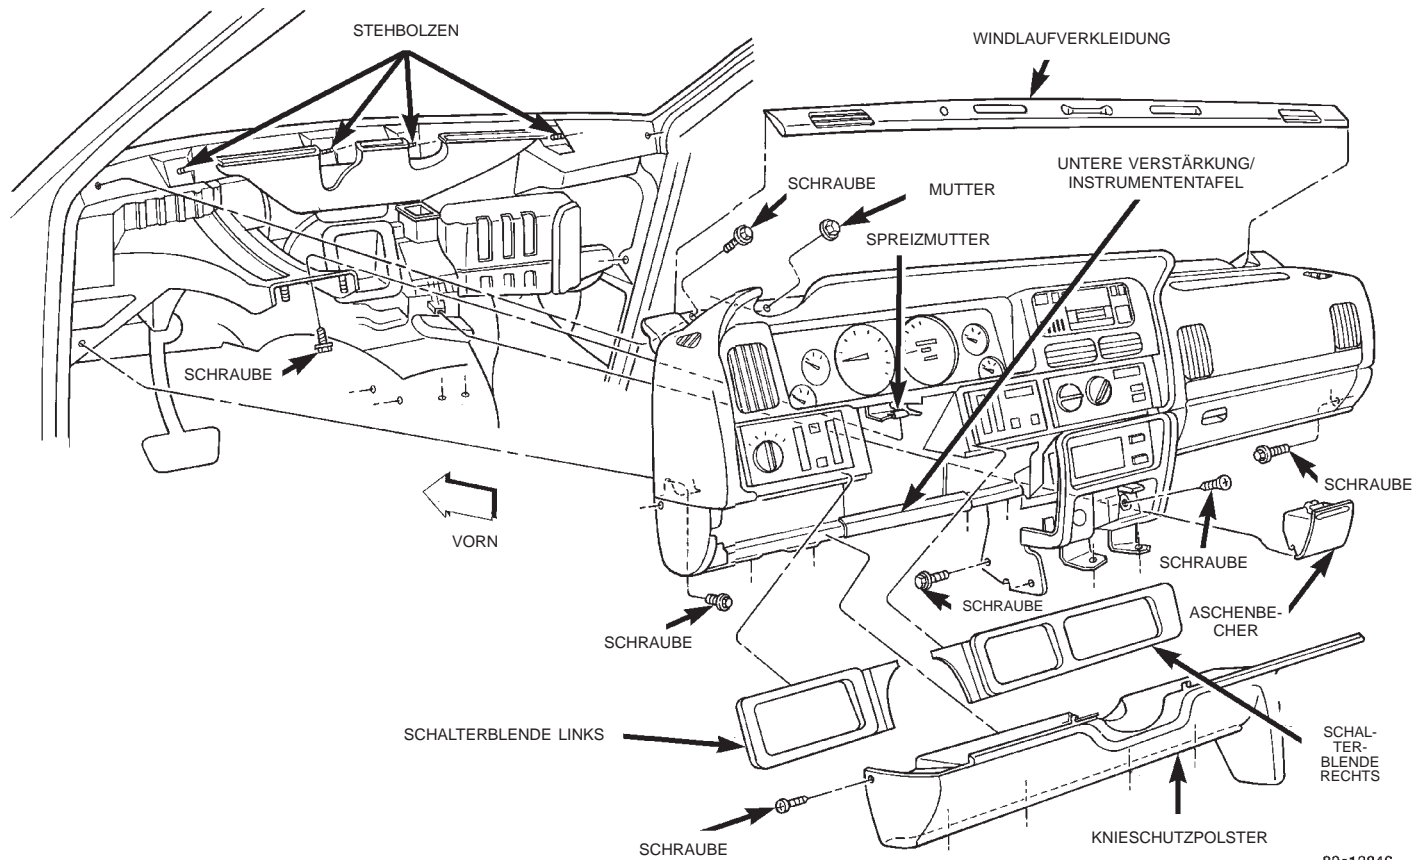

Abb. 23 Instrumententafel aus- und einbauen
(1) Batterie-Minuskabel abklemmen und elektrisch isolieren.
(2) Knieschutzpolster/Lenksäulenabdeckung von der Instrumententafel abbauen, siehe Kapitel "Knieschutzpolster/Lenksäulenabdeckung"
(3) Die beiden Schrauben lösen, mit denen die untere Verstärkung der Instrumententafel am Instrumententafelträger befestigt ist, und die Verstärkung abnehmen (Abb. 23).
(4) Untere und obere Lenksäulenverkleidung abbauen. Näheres hierzu siehe Kapitel 19, "Lenkung".
(5) Kabelbaum-Steckverbinder von den an der Lenksäule befestigten Bauteilen und Schaltern abziehen.
(6) Die drei Muttern lösen, mit denen die Lenksäulenplatte am Lenksäulenfuß an das Armaturenbrett befestigt ist.
(7) Die beiden Muttern lösen, mit denen die Lenksäulenhalterung an den Stehbolzen an der Halterung der Lenksäule und des Bremspedals befestigt ist. Lenksäule auf den Boden ablassen.
(8) Beide Fußraumverkleidungen abbauen. Näheres hierzu siehe Kapitel 23, "Karosserie".
(9) Kabelbaum-Steckverbinder der Verdrahtung zwischen Instrumententafel und Karosserie unter dem linken Ende der Instrumententafel abziehen.
(10) Kabelbaum-Steckverbinder des Bremslichtschalters abziehen.
(11) Kabelbaum-Steckverbinder der Verdrahtung zwischen der Instrumententafel und dem Gehäuse der Heizung und Klimaanlage (nur bei Fahrzeugen mit manuell geregelter Klimaanlage) und den Kabelbaum-Steckverbinder unter der rechten Seite der Instrumententafel abziehen.
(12) Trennstecker des Antennenkabels in der Nähe der rechten Fußraumverkleidung abziehen.
(13) Alle Kabelbaum-Steckverbinder der Verdrahtung zwischen Instrumententafel und Sicherungs-/Anschlußkasten rechts im Fußraum abziehen.